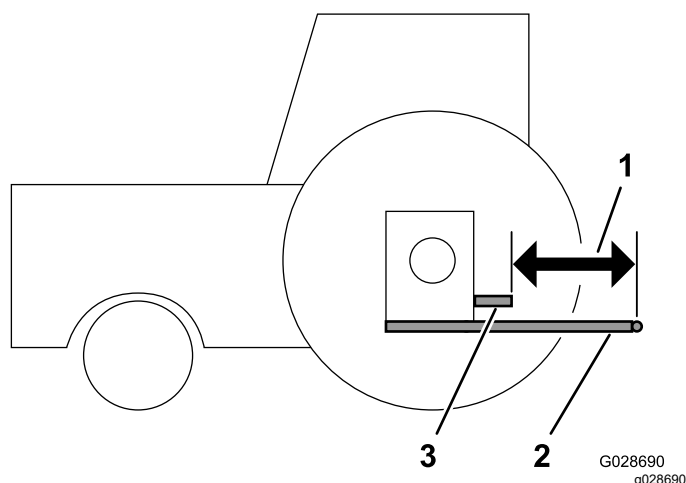

Figura 9
distância entre eles e a extremidade do veio de saída da tomada de força (Figura 9).
2. Meça a distância entre a extremidade do veio de saída da tomada de força e o ponto de união dos braços inferiores do atrelado (Figura 9). Registe a medição aqui: